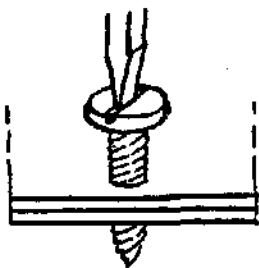

Рис. 63. Шуруп-саморез.
*Шурупы (винты) -саморезы.* При их использовании гайки не нужны. Такой шуруп сам себе нарезает резьбу в обеих заготовках и стягивает их (рис. 63). Отверстие предварительно сверлят сразу в двух заготовках, предварительно установив в нужное положение. Диаметр отверстия равен диаметру шурупа минус две высоты резьбы. Деталь из листового металла (или иного материала) перед сверлением надо закрепить на подкладке из дерева или ДСП.